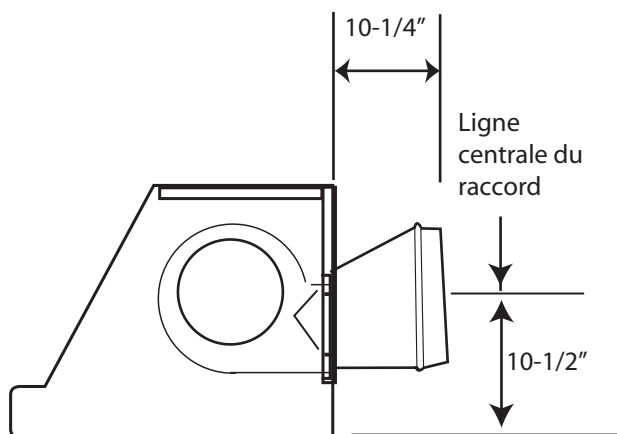

Figure 7 : Ligne centrale du raccord pour débouché horizontal
Le raccord fourni avec la hotte assure la connexion avec le conduit standard circulaire de 10". La Figure 7 montre le raccord installé pour utiliser le débouché horizontal.
12. Avant de suspendre la hotte, installez le raccord (Figure 7). Fixez le raccord en place à l'aide de deux vis à tête fournies (no 8 x 3/8) et scellez avec du ruban, conformément à tous les codes en vigueur.